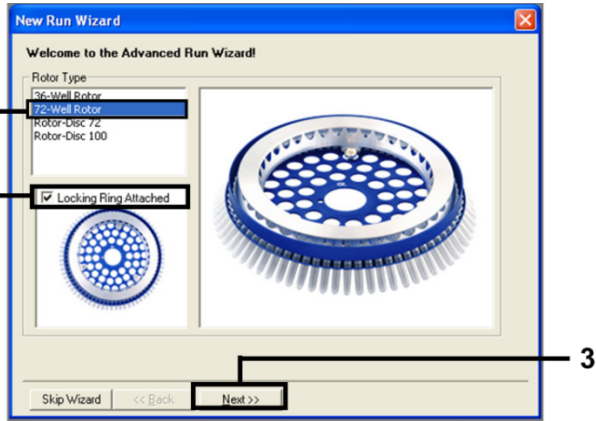

Figura 1. Cuadro de diálogo “New Run Wizard” (Asistente para series nuevas).
3. Seleccione 72-Well Rotor (Rotor de 72 pocillos) como tipo de rotor. Confirme que el anillo de bloqueo esté sujeto y marque la casilla Locking Ring Attached (Anillo de fijación sujeto). Haga clic en Next (Siguiete) (Figura 1).